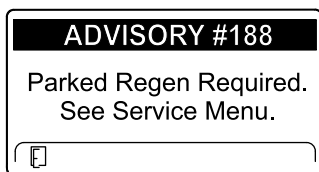

图 54
- Parked regeneration required 需要驻车再生 ADVISORY #188 第 188 号提醒 图 54